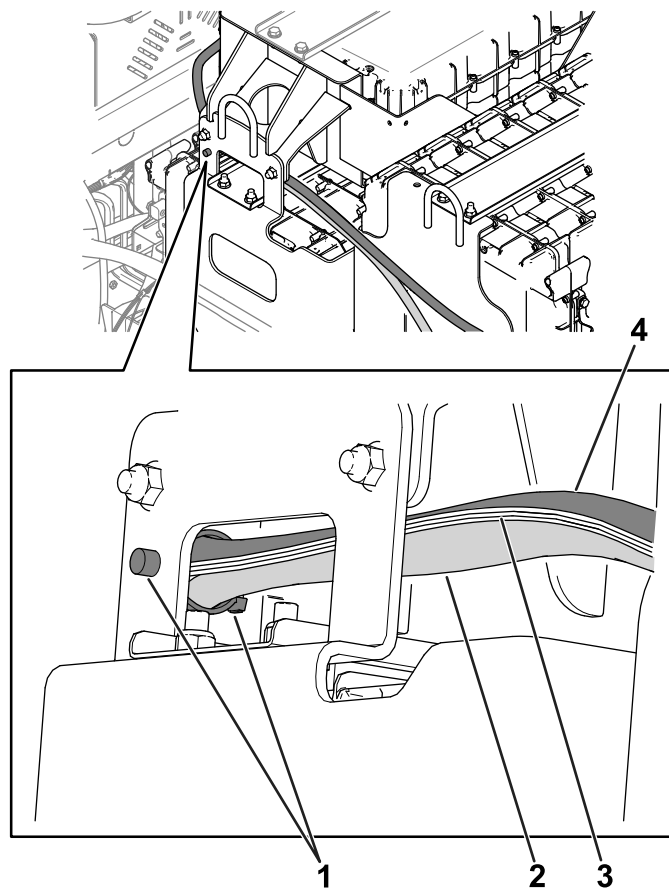

図 10
6. プッシュファスナーを使って、バッテリーケーブルとデータインターフェイスワイヤハーネスをバッテリートレイに固定する (図 10)。